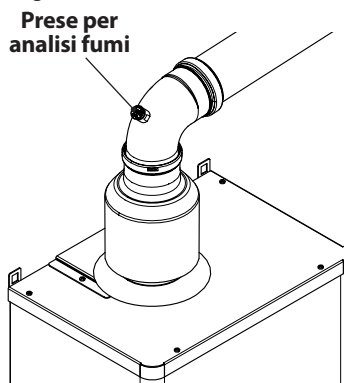

Figura 9.19
- Collegare un analizzatore fumi alle prese di analisi fumi poste sugli scarichi fumi della caldaia Figura 9.19.
- Verificare la combustione della caldaia utilizzando le prese posizionate sui tubi fumo (Figura 9.19) e confrontare i dati misurati con i seguenti.